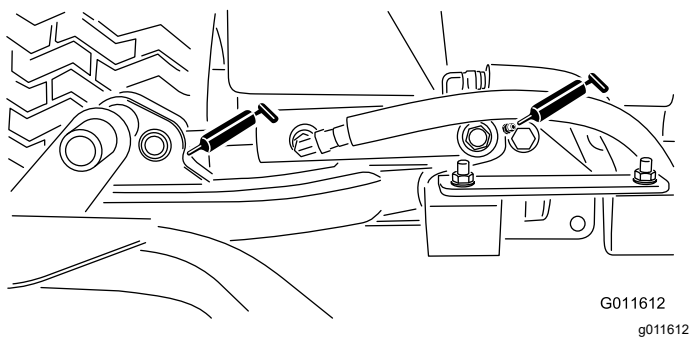

Рисунок 30
- Цилиндры подъемного рычага режущего блока (по 2 шт.) —Рисунок 30
- Оси поворота подъемного рычага (по 1 шт.) —Рисунок 30